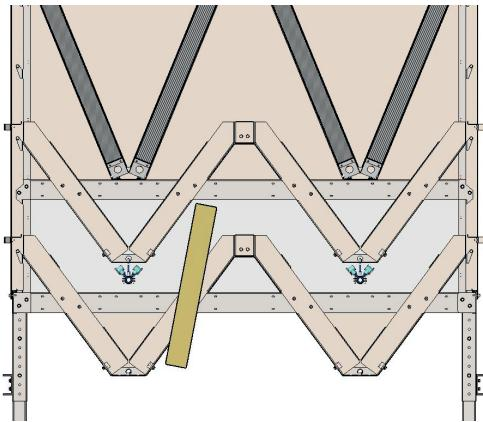

Рис. 1
- 1) Испарительная панель заводится снизу (Рис. 1);